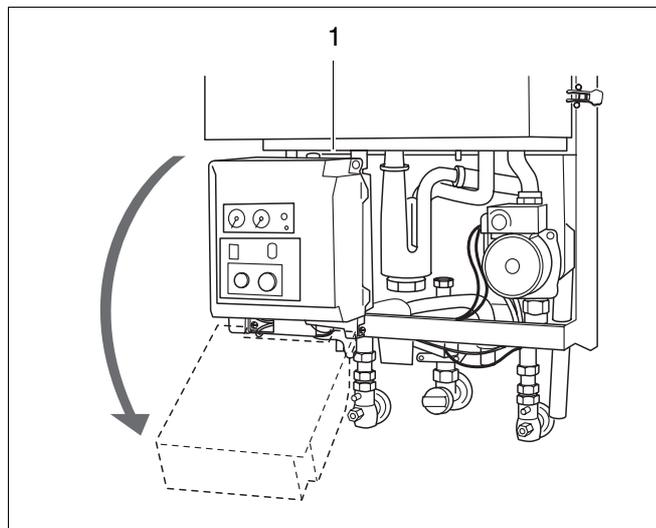

Fig. 51 Ribaltare verso il basso l'involucro dell'UBA
- Svitare la vite con testa a croce (fig. 51, pos. 1) nell'involucro dell'UBA.